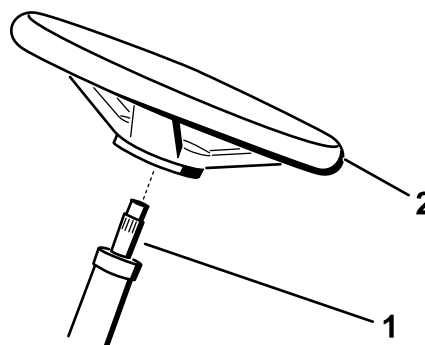

Figure 6
2. Montez le volant sur l'arbre de direction (Figure 6).